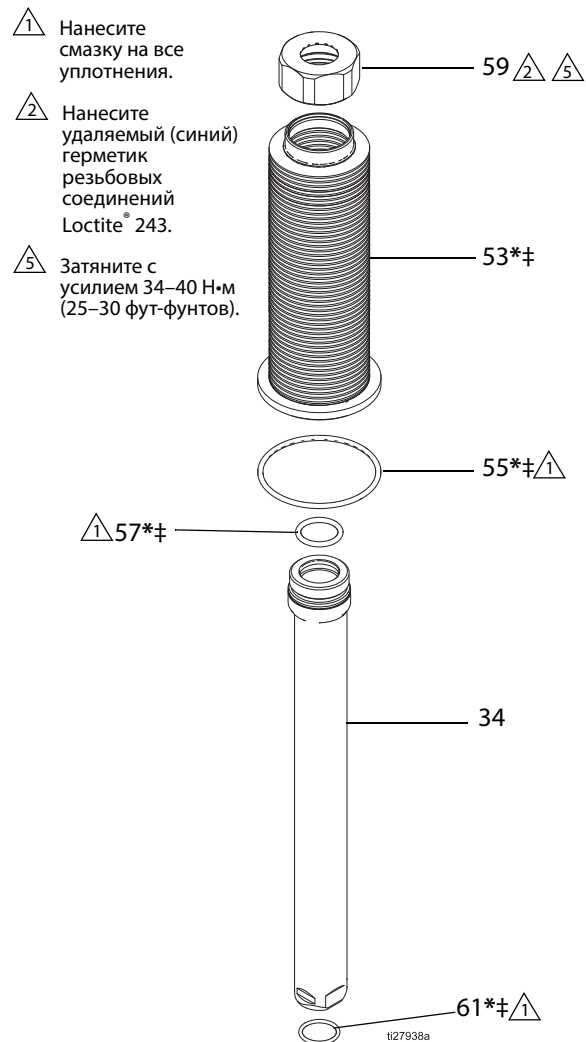

Рис. 4. Разборка или сборка сифона
- Достаньте уплотнительное кольцо (55) сиффона.
- Извлеките сиффон в сборе из сиффонной камеры (45).
- ПРИМЕЧАНИЕ:** Сиффон в сборе состоит из гайки сиффона (59), сиффона (53), уплотнительных колец (57 и 61) и гильзы сиффона (34). Для разборки см. инструкции на стр. 8 и Рис. 4 на стр. 9.
- Достаньте четыре винта с колпачком (40) из основания сиффонной камеры (45). Снимите сиффонную камеру вертикально вверх с выпускного корпуса (16). Соблюдайте осторожность, чтобы не повредить шток поршня (17).
См. Рис. 4, стр. 9.
7. Извлеките уплотнительное кольцо (55) сиффона. См. Рис. 4, стр. 9.
8. Извлеките сиффон в сборе из сиффонной камеры (45). Снимите уплотнительное кольцо (57).
9. Если сиффон поврежден, также снимите клапан сапуна (26) с верхней пластины. Удалите все остатки краски из канала для жидкости.